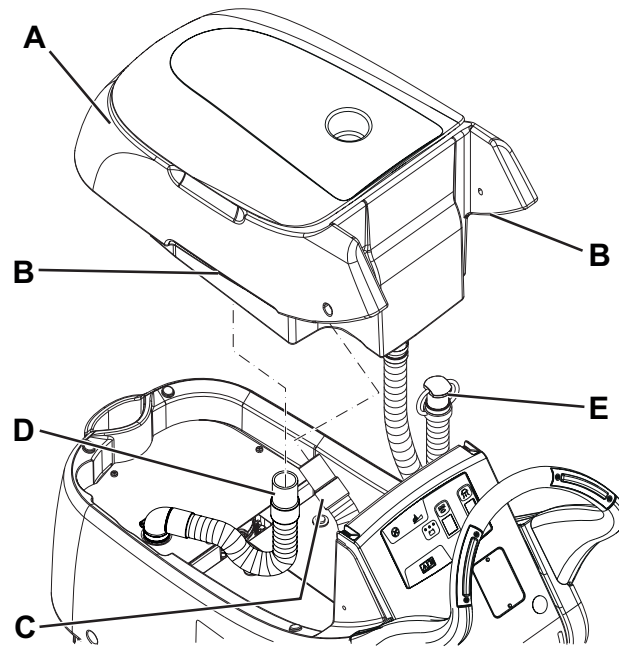

Abbildung 5
1. Den Schmutzwassertank (16) wie im entsprechenden Absatz beschrieben entleeren.
4. Schmutzwasserablassrohr (11) aus der Halterung lösen.
5. Den Schmutzwassertank (A, Abb. 5) im Bereich (B) fassen und leicht anheben.
6. Ansaugrohr (C) am Tank trennen.
7. Die Verbindungsleitung (D) des Ansauggitters des Tanks trennen.
8. Das Auslassrohr (E) aus der unteren Spalte herausziehen, dann den Tank (A) herausnehmen.